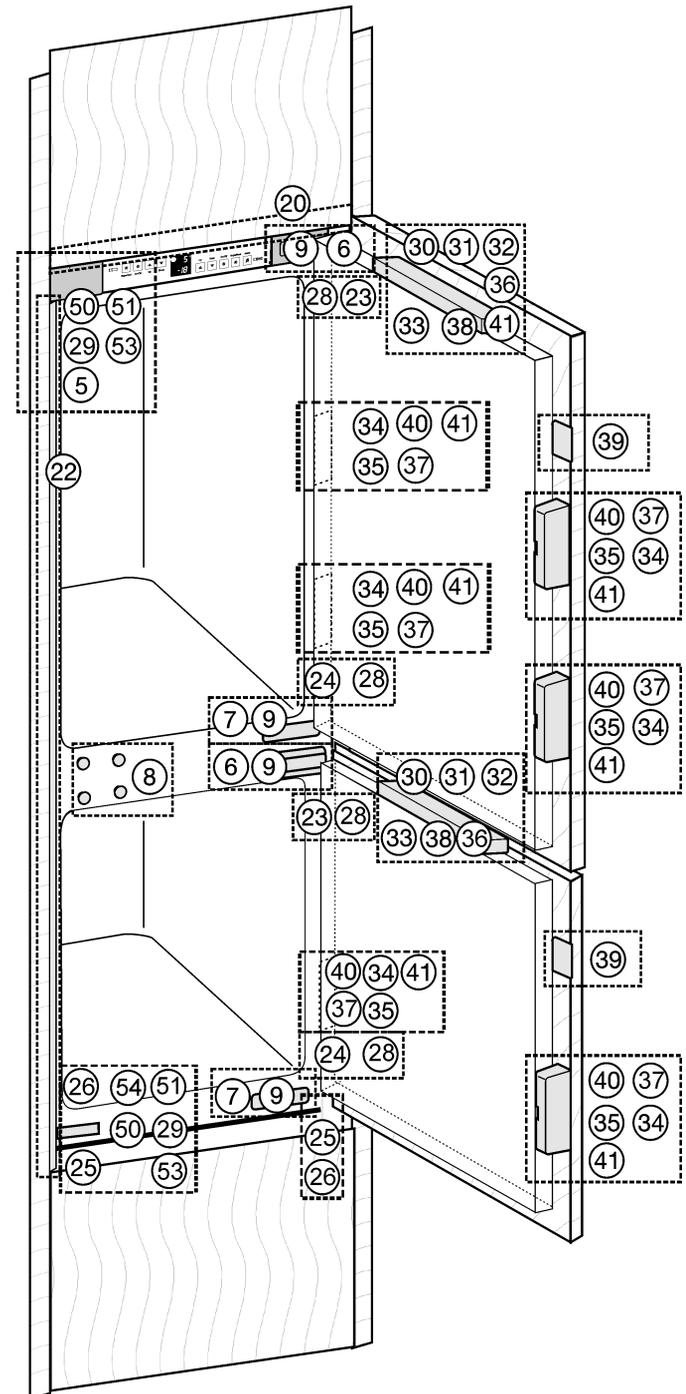
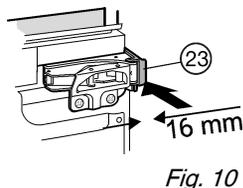
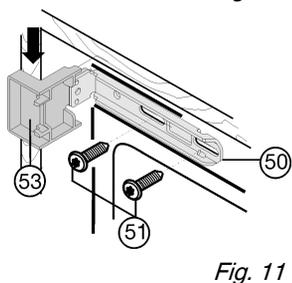
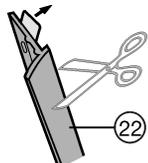

Fig. 6
Fig. 10
Fig. 11
Fig. 12
- ▶ Abdeckungen Fig. 6 (5,6,7) abnehmen.
- ▶ Distanzteil *Fig. 10 (23)* auf die oberen und Distanzteil *Fig. 6 (24)* auf die unteren Scharniere aufklipsen.
- ▶ Abdeckungen *Fig. 11 (53)* oben und unten auf die Befestigungswinkel *Fig. 11 (50)* aufstecken.
- ▶ Die Befestigungswinkel *Fig. 11 (50)* oben und unten mit Schrauben *Fig. 11 (51)* befestigen, so dass sich der Winkel noch etwas nach links und rechts bewegen lässt.
- ▶ Schutzfolie von der Abdeckleiste *Fig. 12 (22)* abziehen. Abdeckleiste *Fig. 12 (22)* griffseitig und frontbündig an der Nase der Abdeckung *Fig. 11 (53)* ansetzen und an die Geräteseitenwand ankleben.
- ▶ Abdeckleiste *Fig. 12 (22)* bei Bedarf unten kürzen: Die Abdeckleiste *Fig. 12 (22)* muss 3 mm über der Oberkante des unteren Befestigungswinkels *Fig. 6 (50)* enden.
- ▶ Das Gerät einschieben, bis die Abdeckungen *Fig. 11 (53)* an der Möbelseitenwand anschlagen *Fig. 11*.
- ▶ Das Aufbaumaß (Tiefe der Türanschlagsteile) berücksichtigen. Scharniere und Abdeckungen *Fig. 11 (53)* um das Aufbaumaß vorstehen lassen.
- ▶ Gerät über die Stellfüße *Fig. 6 (25)* mit beiliegendem Gabelschlüssel *Fig. 6 (26)* gerade stehend ausrichten.